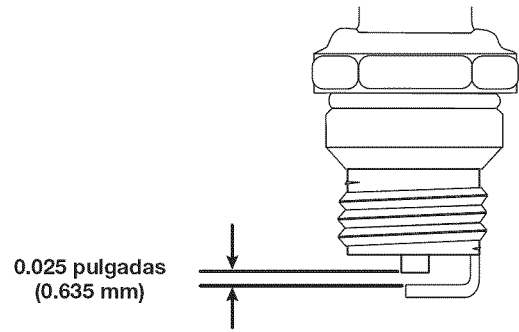

Fig. 25
6. Use un calibrador de hoja para ajustar abertura de la bujía a **0.025 pulgadas (0.635 mm)** (Fig. 25).